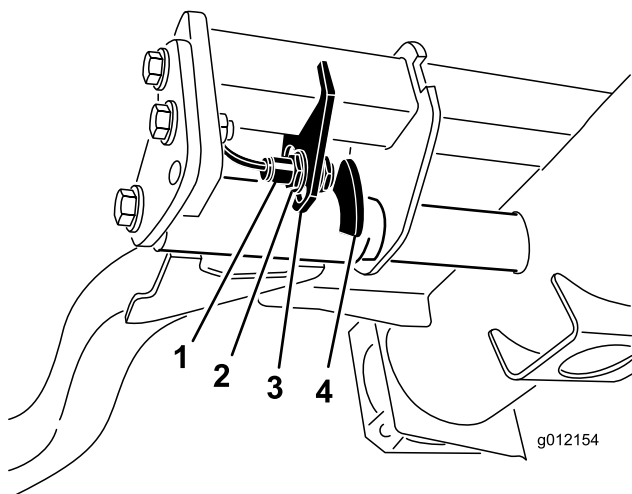

Figura 35
2. O interruptor do braço de elevação encontra-se por baixo do depósito hidráulico por trás do braço de elevação direito dianteiro (Figura 35).
altura de viragem do braço de elevação (Figura 35).